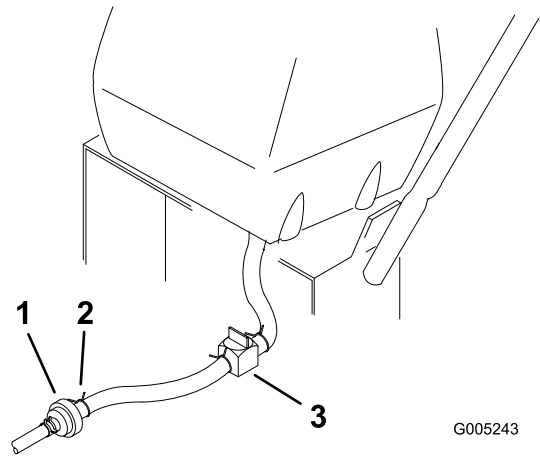

Figura 29
2. Cierre la válvula de cierre de combustible del depósito de combustible (Figura 29).
3. Apriete los extremos de la abrazadera y deslícela por el tubo, alejándola del filtro (Figura 29).
4. Retire el tubo de combustible del filtro (Figura 29). Abra la válvula de cierre del combustible y deje que la gasolina se drene en un recipiente.
3. Cierre la válvula de cierre de combustible del depósito de combustible (Figura 29).
7. Abra la válvula de cierre de combustible del depósito de combustible (Figura 29).